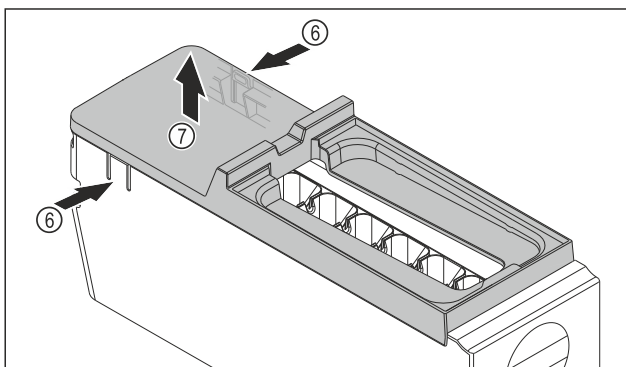

Fig. 131
- ▶ Retirer le couvercle du corps de l'EasyTwist-Ice : D'une main, pousser les languettes Fig. 131 (6) des deux côtés du corps de l'EasyTwist-Ice.
- ▶ De l'autre main, retirer le couvercle Fig. 131 (7) vers le haut.